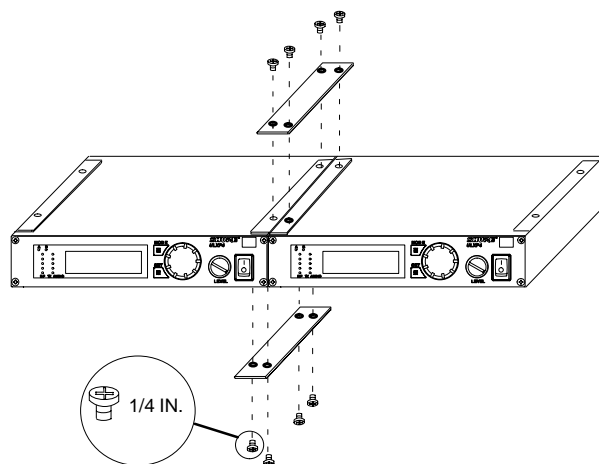

FIGURE 51
2. Placer les barres de jumelage fournies dans la partie en creux du dessus et du dessous des récepteurs de façon à ce qu'elles reposent sur les deux récepteurs. Se reporter à la figure 51.